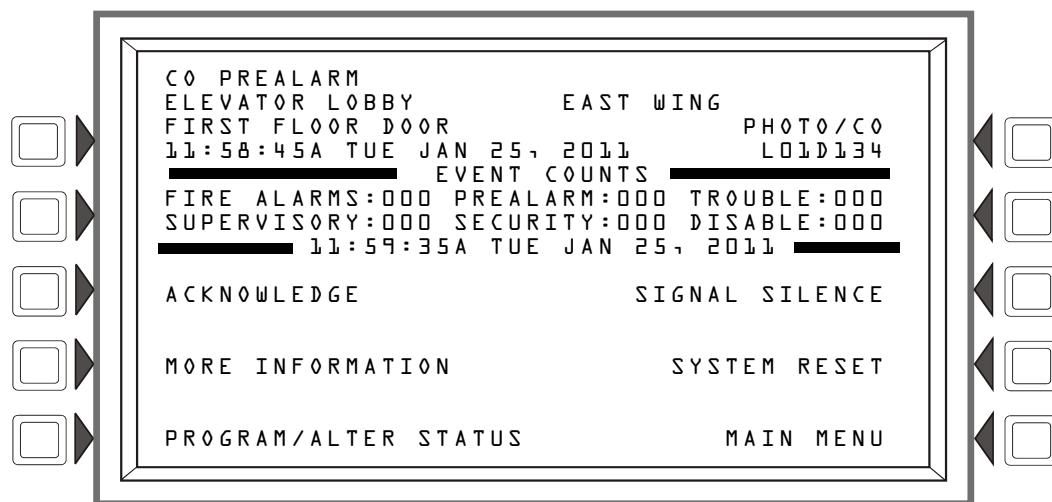

Figura 2.9 Ejemplo de mensaje de Pre-alarma de CO
- Muestra PREALARMA DE CO en el extremo superior izquierdo del LCD, al igual que el código de tipo y otra información específica del detector, tal como se muestra en la Figura 2.9.